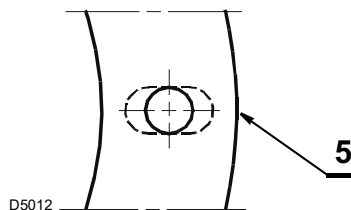

Abb. 8
- Falls erforderlich die Bohrungen der Isolierdichtung 5)(Abb. 8) verbreitern, aber Vorsicht, nicht beschädigen.